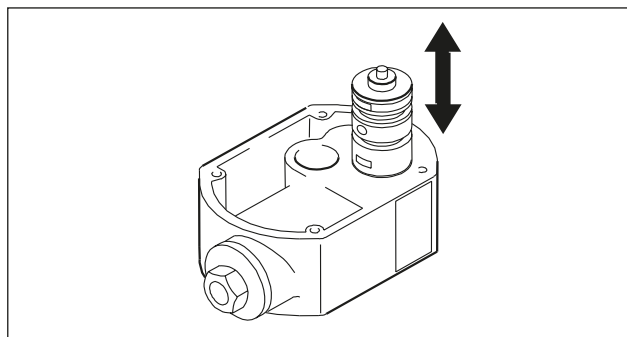

Рис. 18: Монтаж внутреннего распределительного клапана
- Распределительный клапан меняется в качестве полного блока (рис. 18).